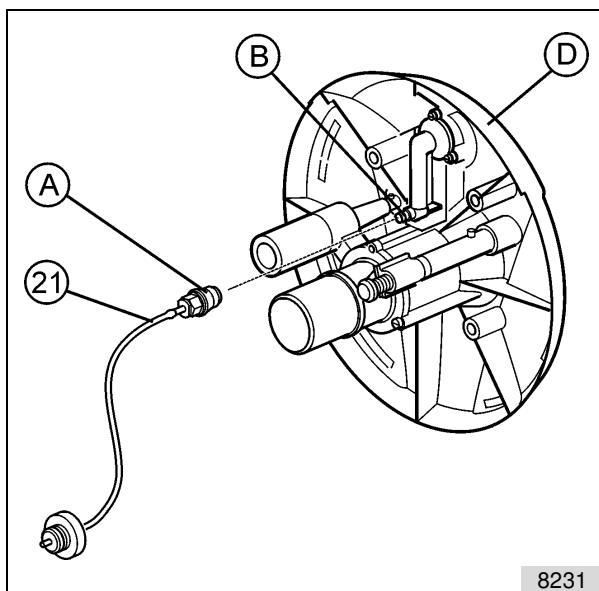

Abb. 24
Nach dem Anschluss des Druckwellenschalters, siehe Abb. 24, Düsenkopf (35) aufstecken, dabei gleiten Druck- und Luftanschluss ineinander. Am Klemmring (72) mit den Schrauben (90.2) befestigen.